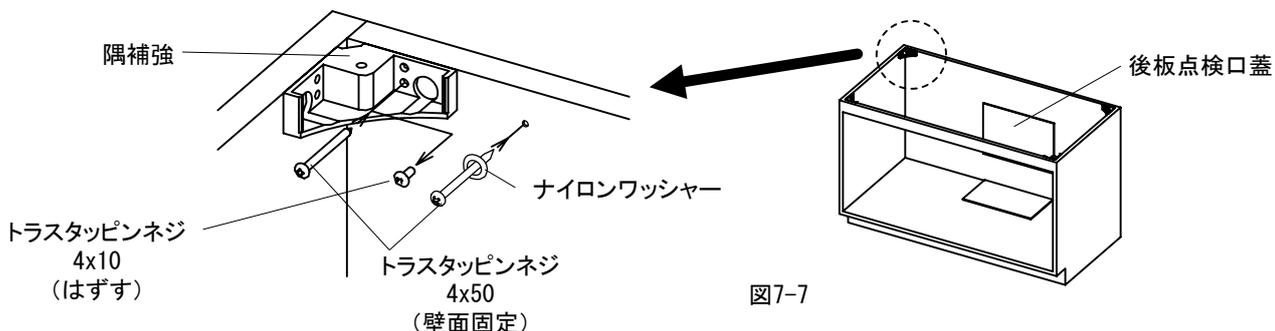

図7-7
⑦ボウルキャビネット奥側両端の隅補強を止めているネジ左右各1本をはずし、その穴も含めた4箇所から所定のネジとワッシャーで壁面固定してください。(図7-7)